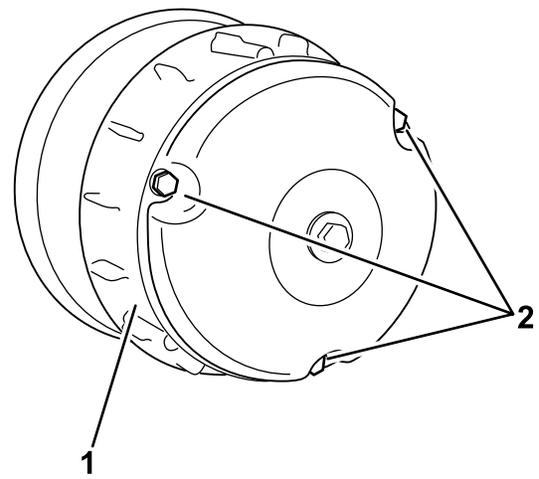

Bild 40
3. Entfernen Sie die drei Schrauben, mit denen die Abdeckung an der Kupplung befestigt ist und nehmen Sie die Abdeckung ab (Bild 40).